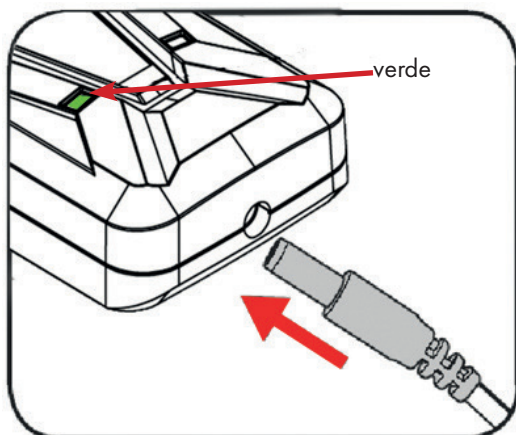

Fig.10
- Inserire la spina di ricarica nella presa del caricabatterie. Quando il collegamento è collegato, le spie di segnalazione sono rosse (fig. 10 alla pagina seguente).